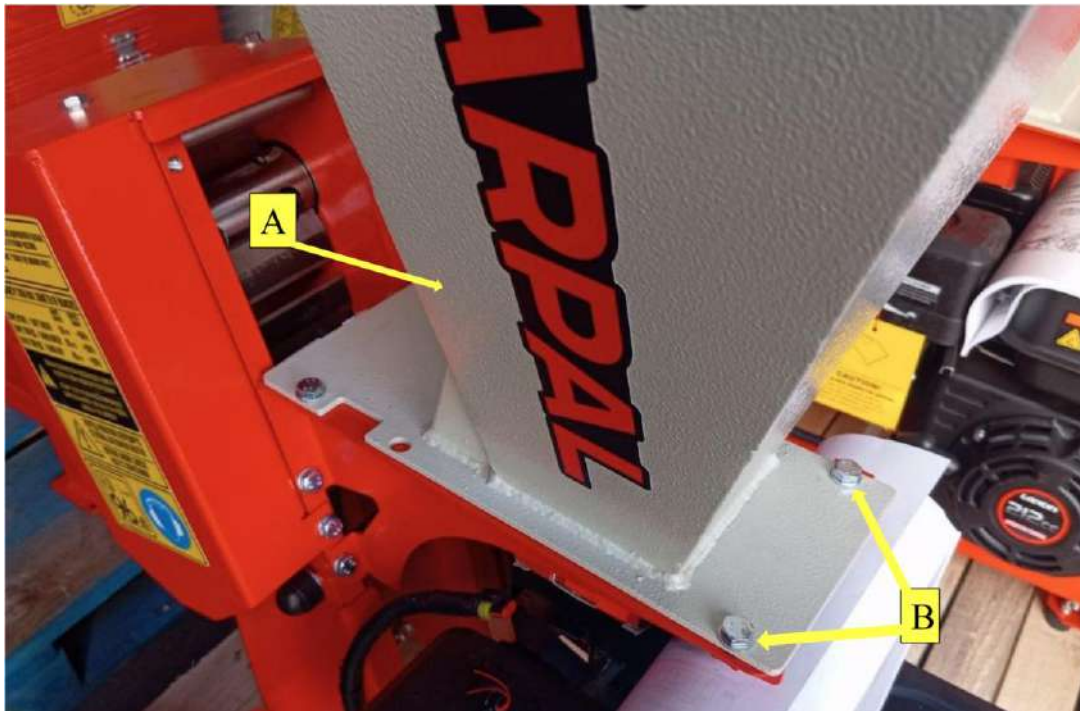

Рисунок 13. Місце фіксації вхідного бункера
- Від'єднайте вхідний бункер (A) відкрутивши чотири болти М8 (B), рис. 13;